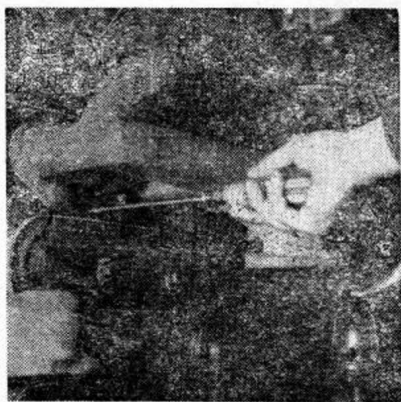

图 2
3. 以手心将起子抵紧进排气歧管与气门室盖之间（图2），触试有无震动感觉，辨别响声产生的部位。